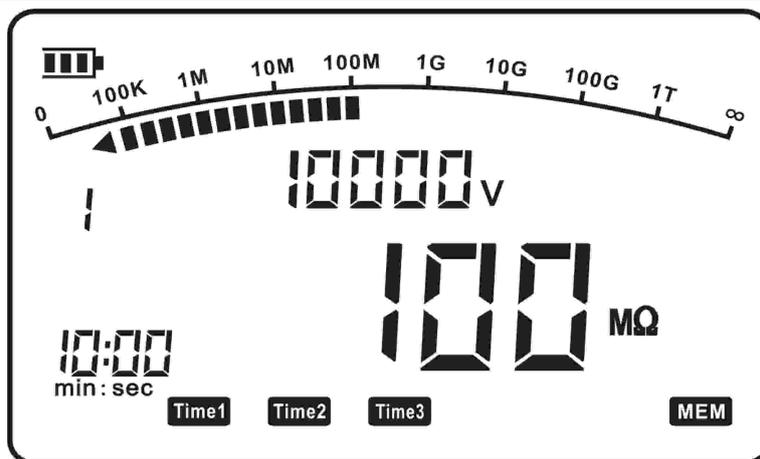

图 4：存储的测试结果
注意：按下测试键 (7) 前，显示屏有可能显示上一次存储的测试结果，如图 4 所示。